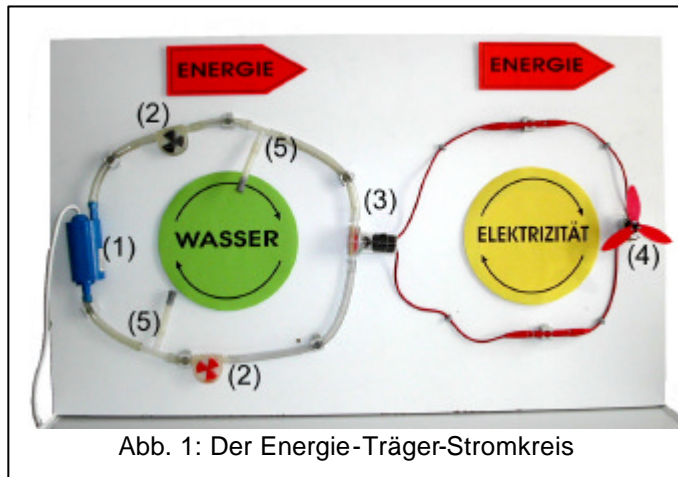

Abb. 1: Der Energie-Träger-Stromkreis
Energie strömt nie allein, bzw. wird nie allein ausgetauscht, sondern immer mit einer zweiten physikalischen Größe zusammen. Diese zweite Größe kennzeichnet die „äußere Erscheinungsform“ des Energietransports. Um die Energie klar von den begleitenden Größen zu unterscheiden, wurde der in Abbildung 1 dargestellte Versuchsaufbau [4] entwickelt, durch den die Schülerinnen und Schüler diesen Unterschied bildhaft erleben können: Eine mit einem Netzgerät verbundene Pumpe (1) treibt Wasser an, das Wasser einen „Wassergenerator“ (3) und dieser einen elektrischer „Lüfter“ (4). Da ein Propeller zum Antrieb Energie benötigt, kann der „Weg“ der Energie zurückverfolgt werden: sie kommt vom „Wassergenerator“, von der Pumpe, vom Netzgerät bzw. von einem Kraftwerk,... Die Energie ist das, was durch alle Stationen hindurch geht. Dies wird durch die Energiepfeile symbolisiert (Abb. 2). Auf diese Weise wird der „Erhaltungsaspekt“ der Energie betont.
Fragen wie: „Worin unterscheidet sich eigentlich das Wasser in Abbildung 1 vor und nach dem Wassergenerator?“ „Worin unterscheidet sich die Elektrizität vor und nach dem Lüfter?“ führen zu den Begriffen „Druck  $p$ “ und „elektrisches Potenzial  $\phi$ “. Beide physikalische Größen haben eine analoge Bedeutung: sie geben an, wie viel Energie von dem jeweiligen Energieträger transportiert wird. Ihre Differenz  $\Delta p$  bzw.  $\Delta \phi$  gibt an, wie viel Energie in einem System vom Wasser bzw. von der Elektrizität aufgeladen, bzw. abgeladen wird. In der angegebenen Literatur wird ausführlich dargelegt, wie diese im Anfängerunterricht bildhaft eingeführten Konzepte im weiterführenden Unterricht immer weiter geschärft und präzisiert werden können. In Abbildung 3 und 4 ist das Energie-Träger-Konzept übersichtsartig zusammengefasst.